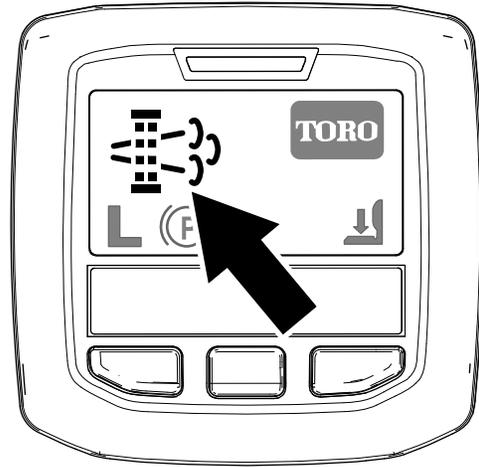

Figura 27
- El icono de solicitud de regeneración en estacionamiento se muestra en el InfoCenter (Figura 27).